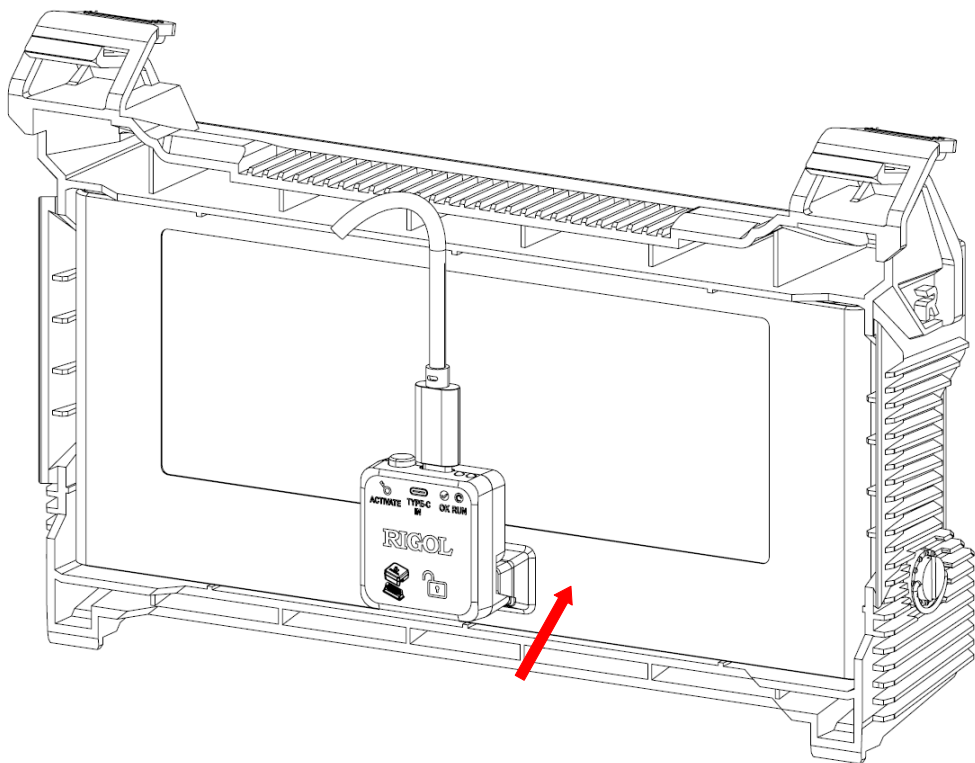

图 6.3 连接激活工具
1. 将激活工具与电池舱连接器正确连接（如图 6.3所示）。